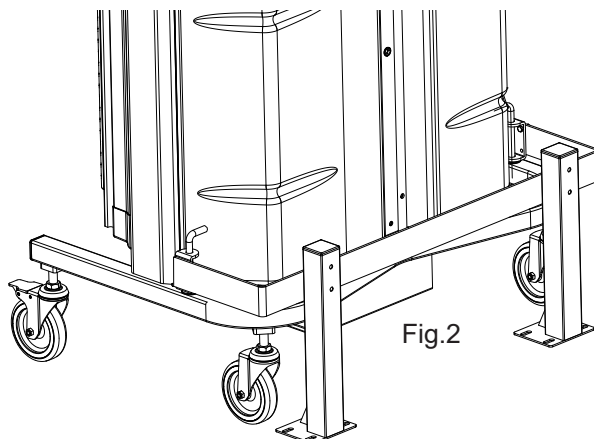

Fig.2
1. Pré-monter sans serrer les pieds de fixation au sol sur le kit de fixation (Figure 2).
1. Pre-affix without tightening the floor attachment feet to the mounting kit (Figure 2).